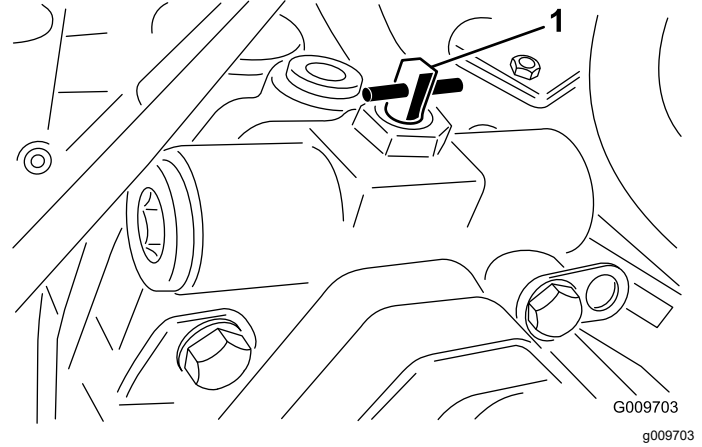

Figure 91
6. Fermez la vanne de dérivation de remorquage en la tournant de 90° (1/4 tour) avant de démarrer le moteur (Figure 91).